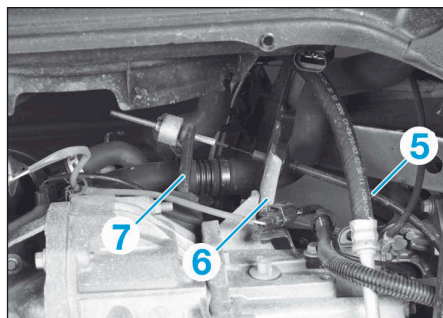

FIG.58
- Dégager le câble de commande d'embrayage (5) de la fourchette d'embrayage (6) puis de l'arrêt de gaine (7) (Fig.58).